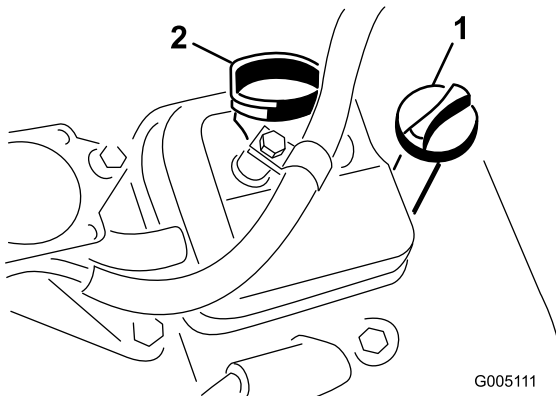

Bild 25
2. Nehmen Sie den Peilstab heraus und wischen Sie ihn mit einem sauberen Lappen ab. Stecken Sie den Peilstab in das Rohr und stellen Sie sicher, dass er vollständig eingeführt ist (Bild 25)